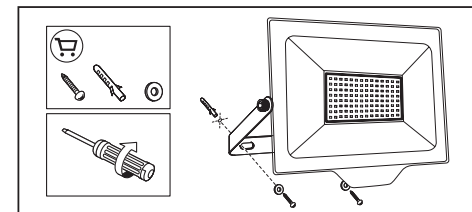

Рис. 1
- Разместить и просверлить два отверстия для установки лиры на поверхности стены или любой другой поверхности согласно отверстиям на лире (рис. 1).